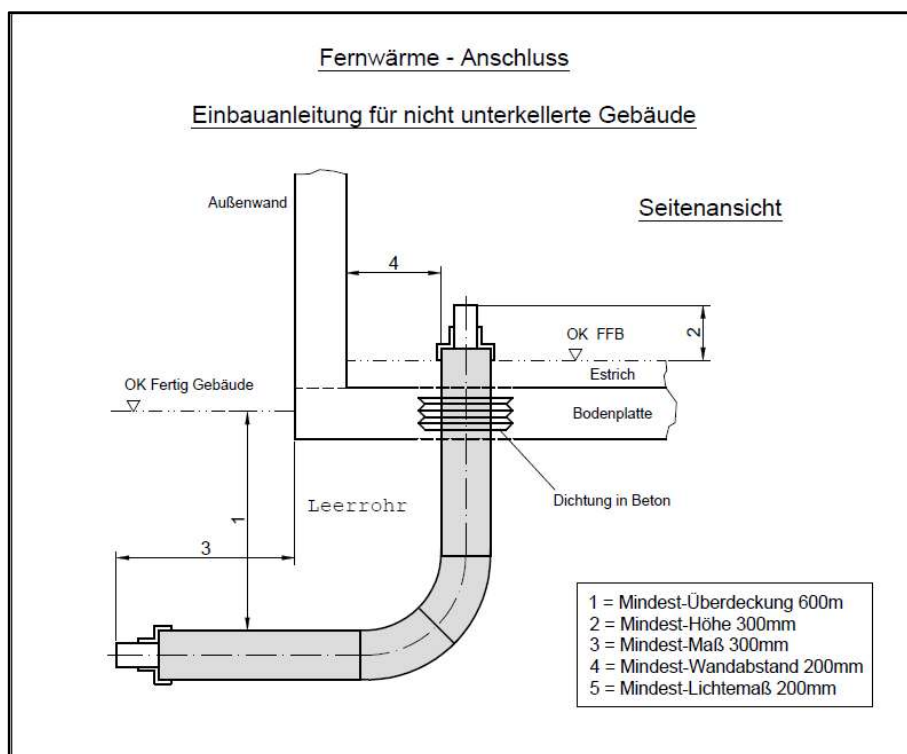
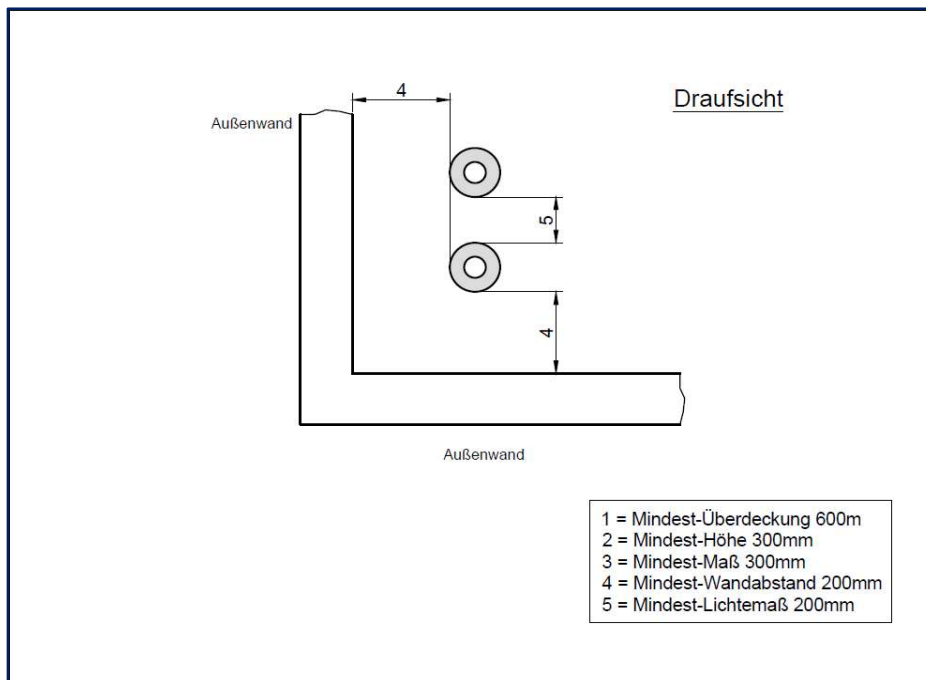

Abbildung 5: Einbauanleitung nicht unterkellerte Gebäude
Abbildung 6: Draufsicht
**(B) Beim Einbetonieren der Fernwärmeleitungen** werden die vorgefertigten Formteile beim herstellen der Bodenplatte in diese integriert. Dies erfolgt durch Ihren Rohbauer in Absprache mit den Stadtwerken Neustadt an der Weinstraße GmbH. Der Nachteil für diese Variante ist, das Sie zusätzlich für Wasser, Strom und Telekommunikation eine Mehrspartenhauseinführung benötigen. Ebenfalls kann es dazu führen, das bei Reparaturarbeiten der Fernwärmeleitungen die Bodenplatte im Bereich der Leitungen geöffnet werden muss. Bei der Montage der Formteile in die Bodenplatte müssen die Folgenden Maße (**Abbildung 5** und **Abbildung 6**) unbedingt eingehalten werden, um ein sauberes anschließen an die Fernwärmeversorgung zu ermöglichen. Abweichungen von den Vorgegebenen Maßen kann deshalb zu Mehrkosten führen. Beim Einbetonieren wird ein Mauerdichtring über die Fernwärmeleitung gestülpt, anschließend gießen Sie die Formteile mit samt dem Mauerdichtring mit der Bodenplatte ein. Bei dieser Ausführung wenden Sie sich bitte an Ihren Rohbauer.